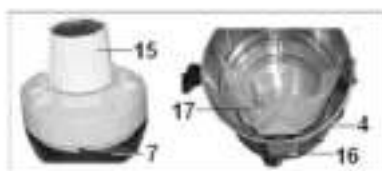

Рис.4
Подготовьте для замка (11) с обеих сторон пылесоса и за ручку (10) снимите крышку электродвигателя (7). В зависимости от вида уборки, установите соответствующий фильтр. Для сухой уборки (без всасывания воды) на корпус фильтра (12) установите фильтр складчатый бумажный (14) или фильтр полимерный (15). Так же при сухой уборке с жидкой частью бага (4) на гнездо (10) установите Фильтр-Мешок Складчатый (17). (Рис.4) Всегда следите за состоянием мешка (17) и заменяйте его по мере наполнения.
При влажной уборке (всасывание воды) разрешается устанавливать только фильтр полимерный (15) (Рис.4) После установки соответствующего фильтра за ручку (10) правильно установите крышку электродвигателя (7) на баг (4) и зафиксируйте для замка (11). Следите за тем, чтобы полимерный сорбодержательный клапан (12) свободно перемещался в корпус фильтра (13) и при установке крышки электродвигателя (7) на баг (4) находился в нижней части корпуса фильтра (13).
Если засорится и засорится в баке (4) (Рис.2). Как только уровень воды в баке (4) превысит максимальное допустимое значение, предохранительный клапан (12) (Рис.4) перекрывает всасывающее отверстие, и всасывание прекращается. Это можно понять по изменению звука работающего пылесоса. При этом, немедленно выключите пылесос. После работы всегда спускайте воду из бака (4) (Рис.2), просушите пылесос. Перед работой всегда проверните (при отсоединении шнура питания от розетки электропитания) предохранительный клапан (12) на свободное перемещение в черную фильру (13) (Рис.4).
- Не дожидаясь полного заполнения бумажного фильтр-мешка (17) (Рис.4), выньте его по мере заполнения. Чрезмерное заполнение мешка ведет к снижению производительности пылесоса, поэтому контролируйте заполнение фильтр-мешка (17), учитывая скорость всасываемого мусора;
- Снять и промыть чистой водой фильтр полиуретановый (10) (Рис.4), после чего обязательно высушить его;